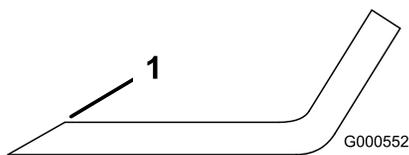

Figure 112
1. Au moyen d'une lime, aiguissez les tranchants aux deux extrémités de la lame (Figure 112).
Remarque: Si la lame est déséquilibrée, limez un peu l'extrémité de l'aillette seulement (Figure 112).